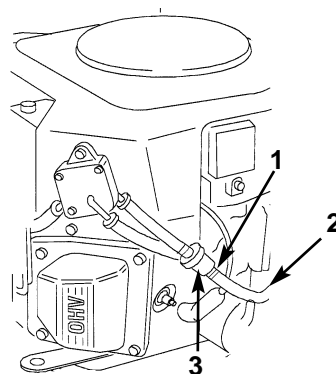

Figure 28
4. Pincer les extrémités du collier de serrage et les faire coulisser le long du flexible d'alimentation vers le réservoir (Fig. 28).
5. 5. Séparer le tuyau de carburant du filtre (Fig. 28). Ouvrir le robinet d'arrêt de carburant et laisser l'essence s'écouler dans un bidon approprié.